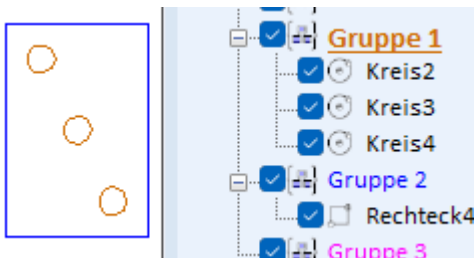

Bild 1: Die Aufgabe
1. Zeichnungsteile zeichnen und den Gruppen zuordnen (Bild 1)